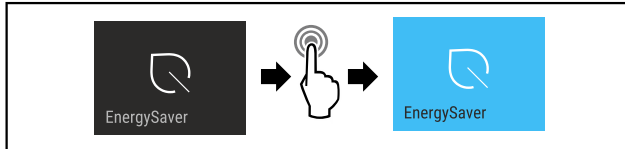

Fig. 16
- ▶ Ejecutar los pasos (consulte Fig. 16).